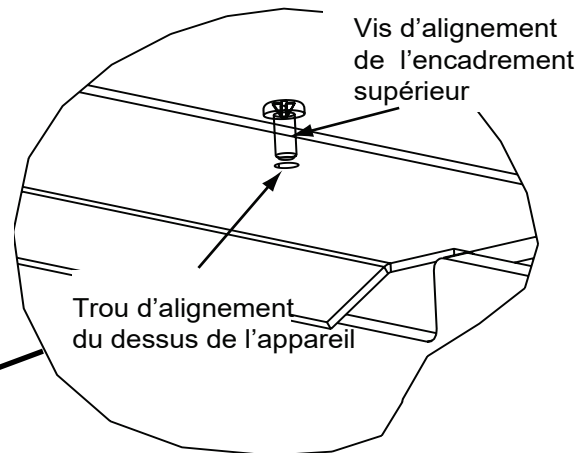

Figure 22.2
8. Aligner les 2 vis dans la pièce de l'encadrement supérieur avec les 2 trous d'alignement en haut de l'appareil. **Figure 22.2.**